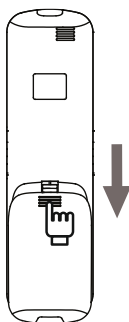

Abb. 2.6
- 1) Schieben Sie den rückseitigen Batteriefachdeckel des Controllers in Pfeilrichtung (siehe Abb. 2.6).